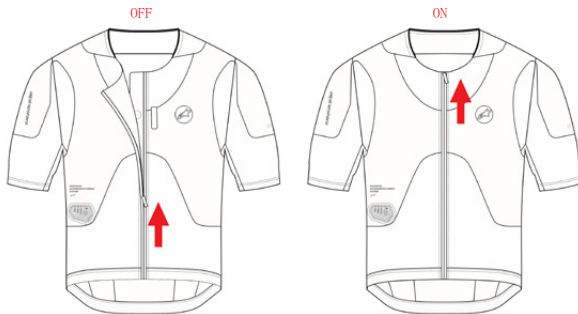

図8：起動ジップ (2) が閉じられるとシステムがオンになります
システムを使用するには、ユーザーは単にシステムを装着し、図8に示されているように、起動ジップ (2) を下から上に向かって閉じます。内部のセンサーが起動ジップ (2) が閉じられたことを自動的に検知し、システムが起動します。内臓センサーが起動ジップ (2) が閉じたことを検出し、システムのスイッチが入ります。